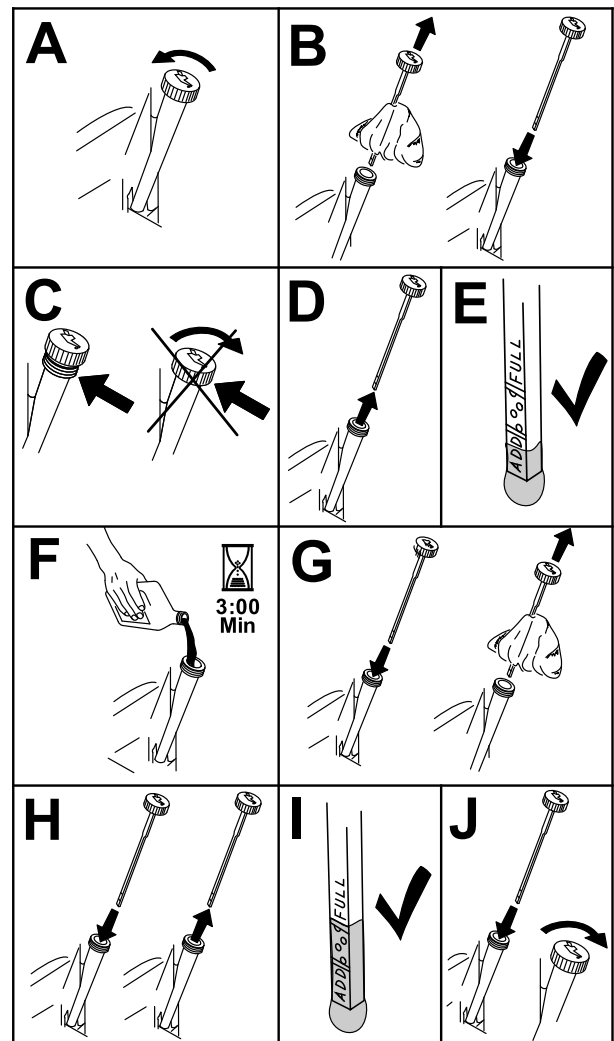

Figura 48
3. Para que no entre suciedad, recortes de hierba, etc., en el motor, limpie la zona alrededor del tapón de llenado/varilla de aceite antes de retirarlo (Figura 48).